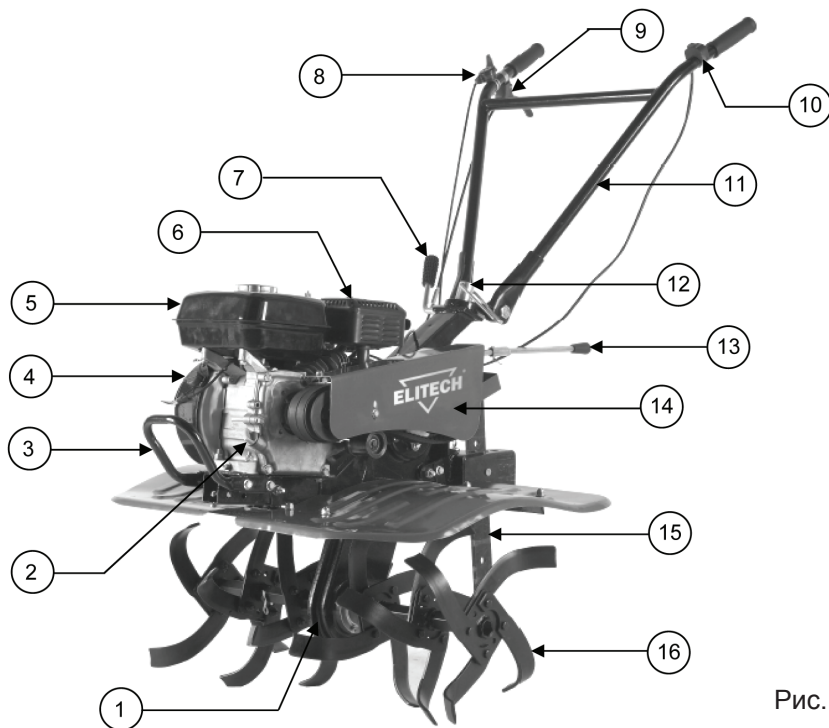

Рис. 1
6. Установите на культиватор защитные крылья фрез (Рис. 3). Для этого установите на культиватор кронштейны крыльев 11 (Рис. 1). Короткий кронштейн устанавливается спереди, длинный сзади. На кронштейны крыльев с помощью 4 болтов и гаек с каждой стороны установите защитные крылья.